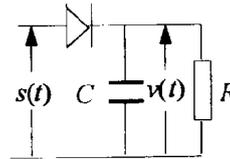

Fig. 2 : Détecteur d'enveloppe
**Détection d'enveloppe ou de crête (voir figure 2)**